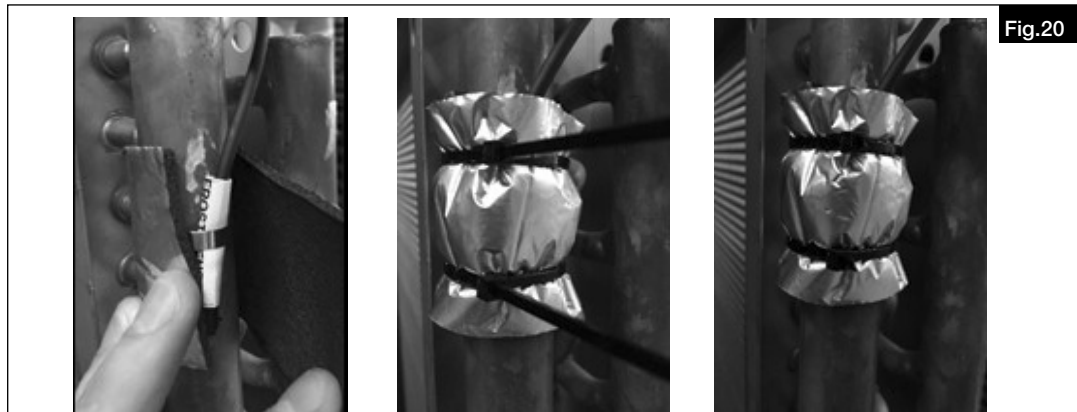

Fig.20
6. Couper le matériau d'isolation à la taille voulue et vérifier qu'il recouvre le capteur, puis le fixer autour du capteur au tuyau de sortie comme indiqué (voir Fig.20). Utiliser les deux serre-câbles prévus à cet effet. Couper l'excédent des serre-câbles.